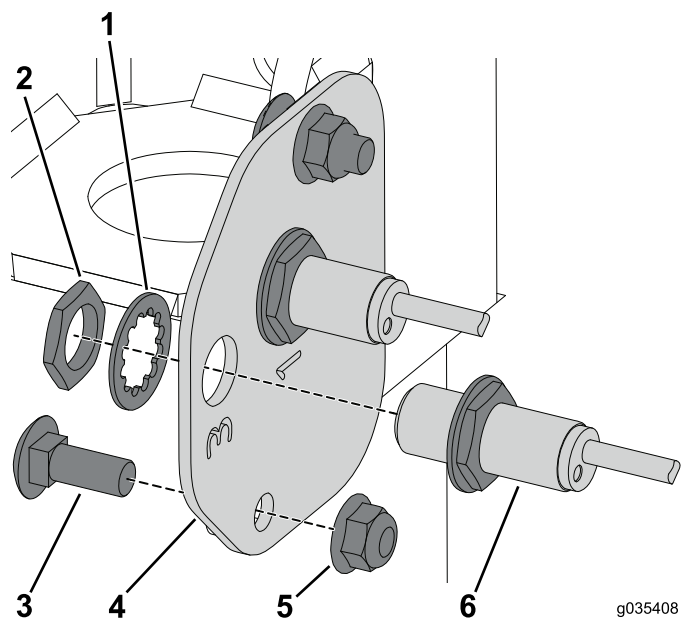

図 3
5. 右側センサープレートの近接センサーの前にあるリテーナナットとワッシャを取り外して保管する 図 3。
7. 右側センサープレートをフレームに固定しているキャリッジボルトとフランジナットを外す 図 3。